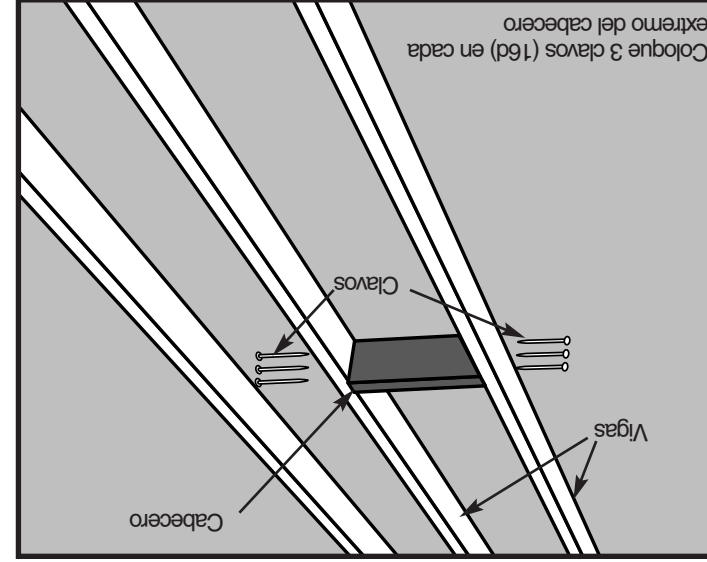

Figura 12
- PASO 3.** Coloque uno de estos cabeceros en un extremo de su ubicación elegida (Véase la Figura 12). El cabecero debe ajustarse perfectamente entre las vigas. Martille para colocarlo en su posición si es necesario; si el cabecero tiene 1/16 pulgadas de más, recórtelo. Si tiene 1/16 pulgadas de menos, corte otra pieza.
- PASO 4.** Ponga a escuadra el cabecero en una viga y clave 3 puntillas (16d) a través de la viga y dentro del cabecero. Verifique que el cabecero esté a escuadra e coloque 3 clavos (16d) a través de la otra viga y dentro del cabecero (Véase la Figura 12). **Es muy importante que la tabla de cabecero esté en ángulo recto verticalmente y también en ángulo recto horizontalmente con respecto a las vigas laterales.**